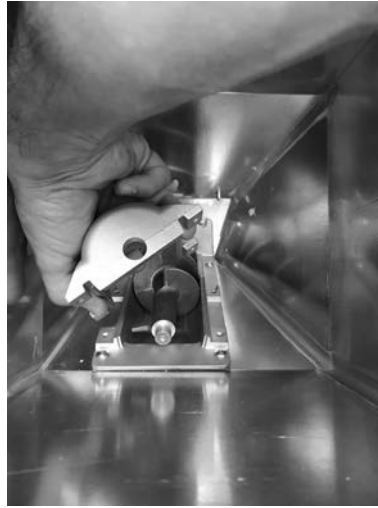

Fig. 55 - Retrait de la coque
- Retirer la coque (voir **Fig. 55**).